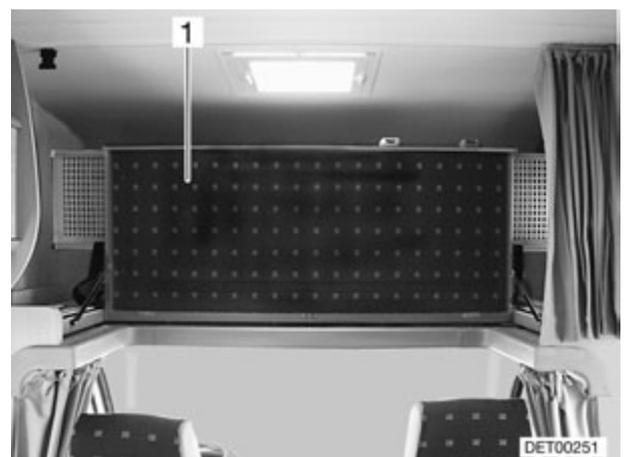

Fig. 74 Lit de capucine, rabattu vers le haut
- Rabattre vers le haut le lit de capucine (Fig. 74,1). Le lit de capucine est maintenu en position verticale par des ressorts à pression de gaz.